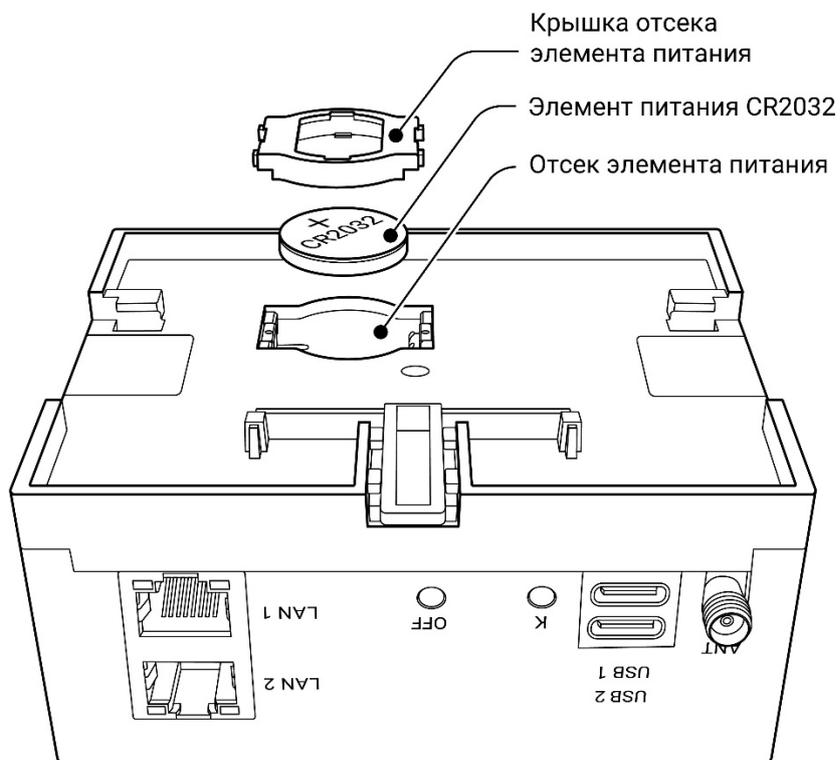

Рисунок 5 – Замена элемента питания
- произвести замену элемента питания (см. рисунок 5);